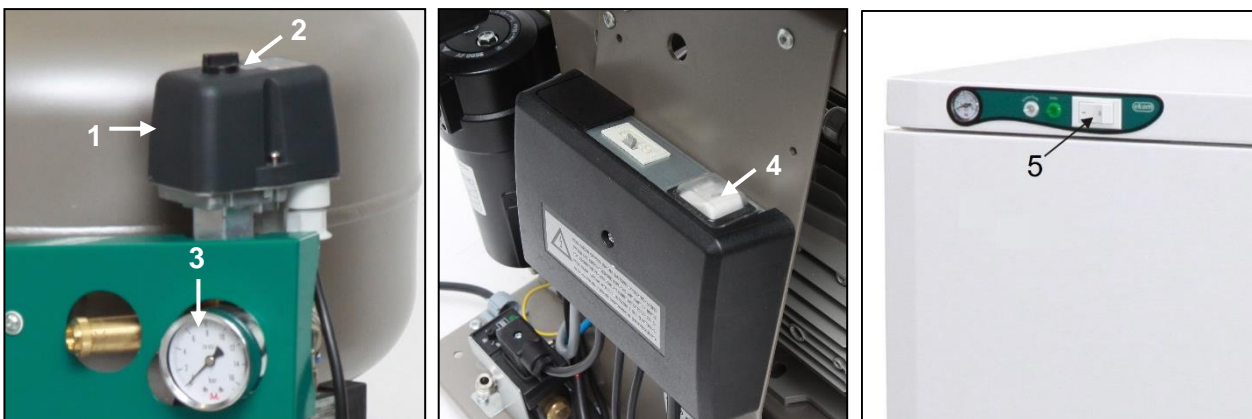

Abb. 12
- Überprüfen Sie die Position des Trennschalters, um sicherzustellen, dass dieser auf der „I“-Position steht. Drehen Sie den Trennschalter (4) auf die „I“-Position, wenn er zuvor auf der „0“-Position stand. (Abb. 12)
- Drehen Sie den Schalter (5) an der Vorderseite des Schrankes auf die „I“-Position; ein grünes Licht zeigt an, dass das Gerät in Betrieb ist. (Abb. 12)
(Abb. 12)